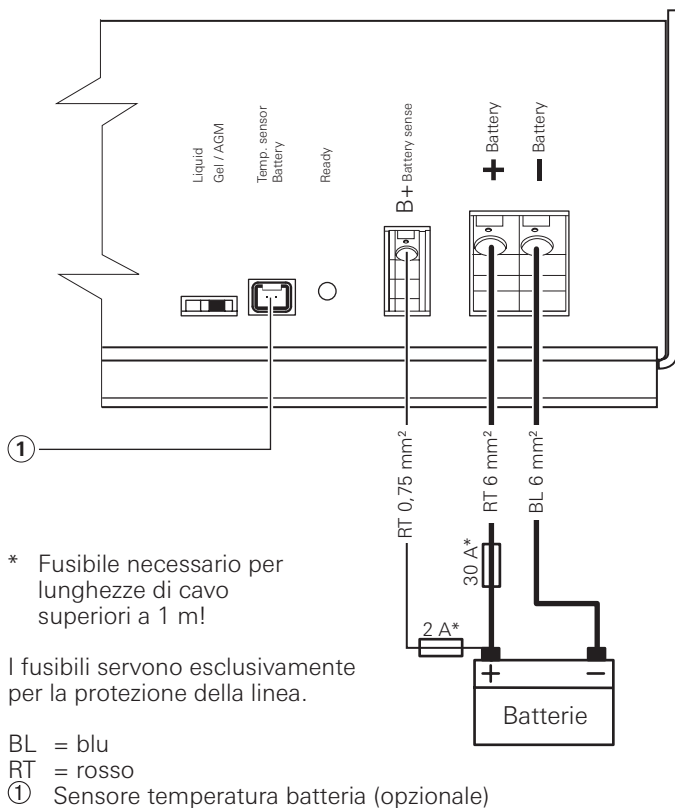

Figura 4: Schema dei collegamenti
- Collegare il carica-batterie alla batteria secondo il relativo schema (figura 4). Rispettare le sezioni della linea e assicurarsi che la polarità sia corretta.